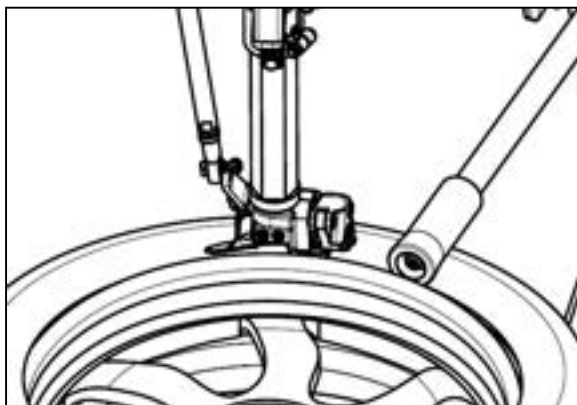
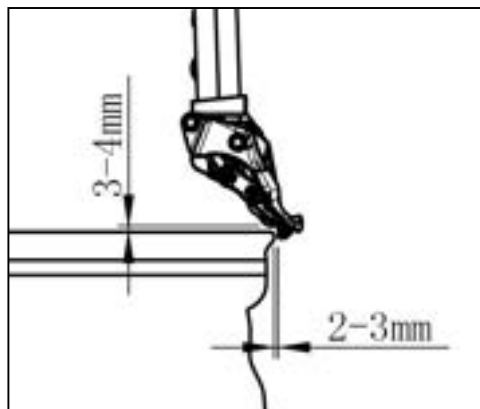

図 26
図 27
- ハンドルバルブ(図 3-5)を中央の位置まで押すと、ツールヘッドが作業位置まで下がります。ツールヘッドをホイールのリムに近づけ、保護カバーとプラスチックテールカバーをリムエッジに接触させます。サイドウォールが硬い場合は、サポートアームのプレスプレートを図 26 のようにタイヤを押し下げます。その後、コントロールバルブボタンを押して水平アームをロックします。このとき、図 27 のようにリムを傷つけないように、ツールヘッドとリムを離すように自動的にツールヘッドが移動します。